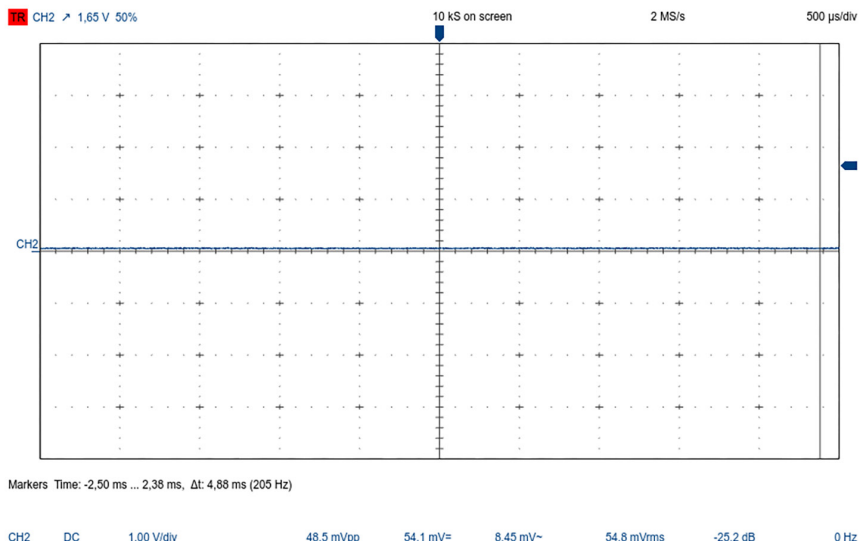

Рис. 6.8. ШИМ сигнал на осциллографе
- 1) $D = 0$ (на выходе постоянный 0) (рис. 6.8);